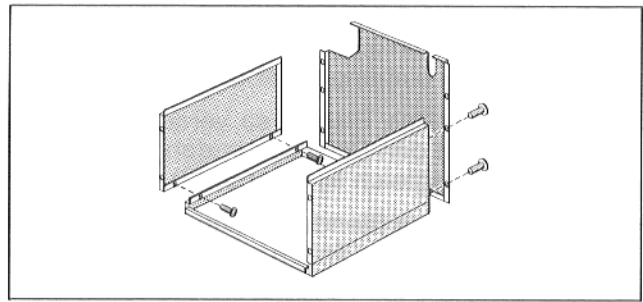

Abb. 15
- Deckel auf Fußboden legen, rechtes und linkes Seitenteil anstellen und jeweils mit 2 Blechschrauben anschrauben (Abb. 15).
- Rückwand an Seitenteile anstellen und jeweils mit 2 Blechschrauben rechts und links in der Abkantung der Seitenteile verschrauben (Abb. 15).